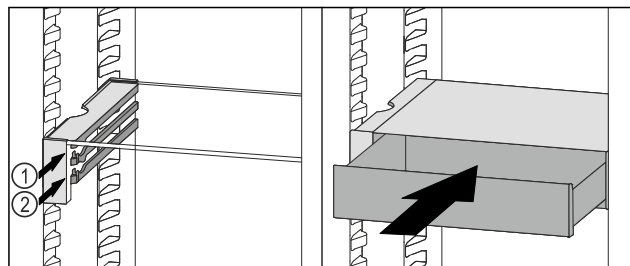

Fig. 61
- Posizionare il cassetto VarioSafe dietro i tappi sulla nervatura desiderata Fig. 61 (1) o Fig. 61 (2).